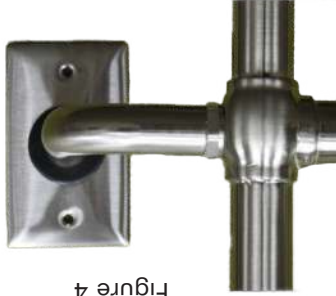

Figure 4
Étape 3 Connexion filaire (voir figure 4)